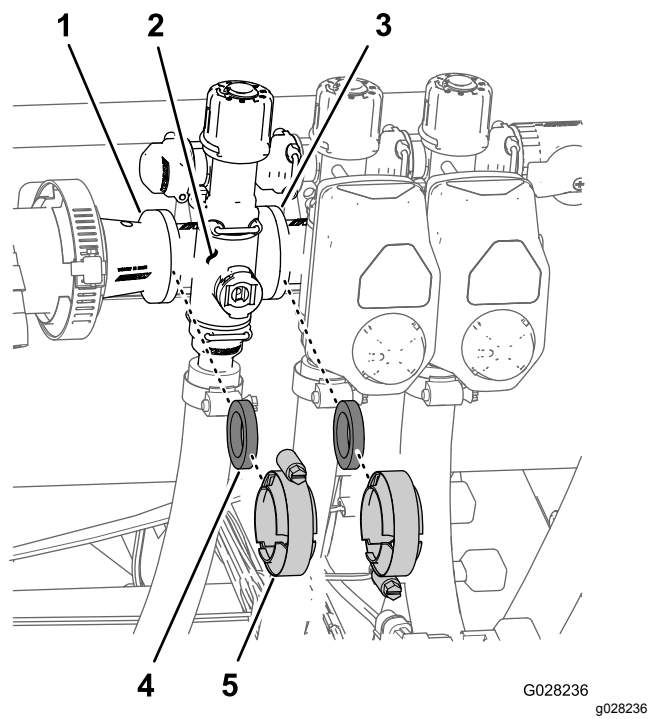

Figura 116
1. Togliete i morsetti e le guarnizioni che fissano il collettore della valvola di sezione (Figura 116) alla valvola di sezione adiacente (nel caso della valvola di sezione sinistra, anche il giunto del riduttore).